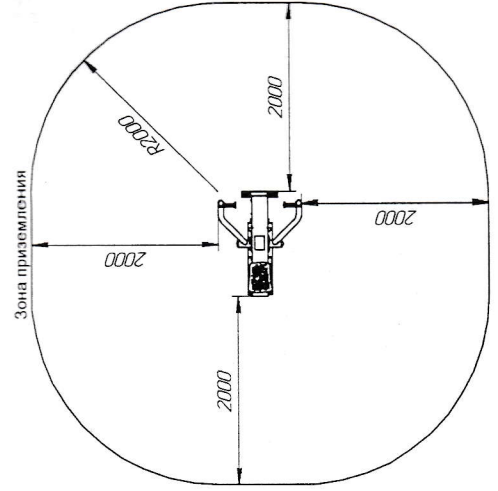

Рис. 2
- 2 - зона приземления (см. рис. 2);
- 12.1.3 Размеры минимального пространства для размещения оборудования и безопасные расстояния от оборудования до поверхности площадки указаны на рис. 2.